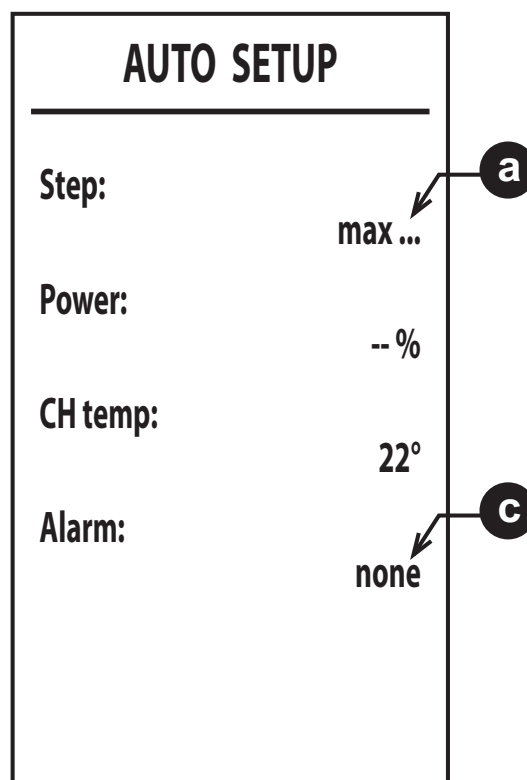

fig. 41
6. Après l'allumage, le brûleur passe en mode chauffage aux différentes puissances (max, méd-moyenne, min) indiquées par le point **a** (fig. 41).
8. Si la séquence d'allumage décrite au point « 6 » ne réussit pas, le message **max_err** au point apparaît **a** et un code d'erreur au point **c** (fig. 41).